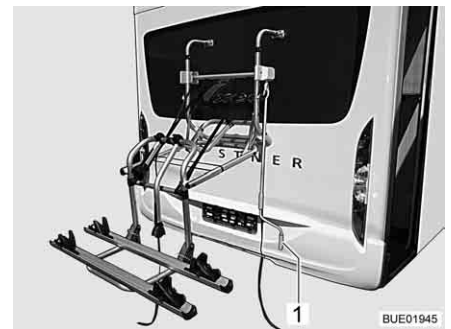

Bild 4 Cykelställ, nedsänkt
- Sätt handveven (Bild 4,1) mot cykelstället och sänk det till rätt höjd.